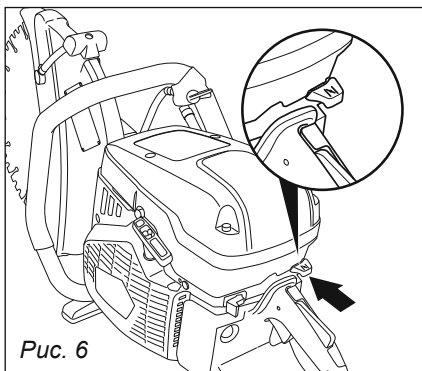

Рис. 6
5. Переведите рукоятку воздушной заслонки в положение «Б» — «РАБОЧЕЕ ПОЛОЖЕНИЕ», надавив на нее до упора (рис. 6).